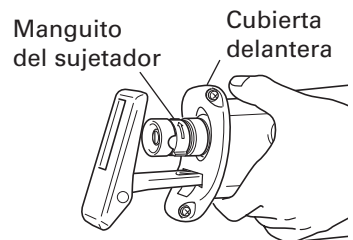

Fig. 2
- (1) Conecte y desconecte el gatillo conmutador varias veces de manera que el manguito del sujetador salte completamente de la cubierta delantera. Seguidamente, desconecte el interruptor y desenchufe el cable de alimentación. (Fig. 2)
(1) Conecte y desconecte el gatillo conmutador varias veces de manera que el manguito del sujetador salte completamente de la cubierta delantera. Seguidamente, desconecte el interruptor y desenchufe el cable de alimentación. (Fig. 2)
- No desmonte la cubierta delantera (consulte la Fig. 2).